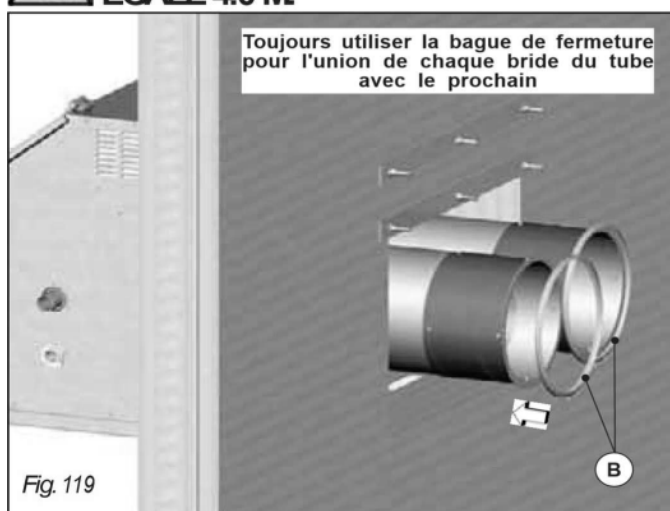
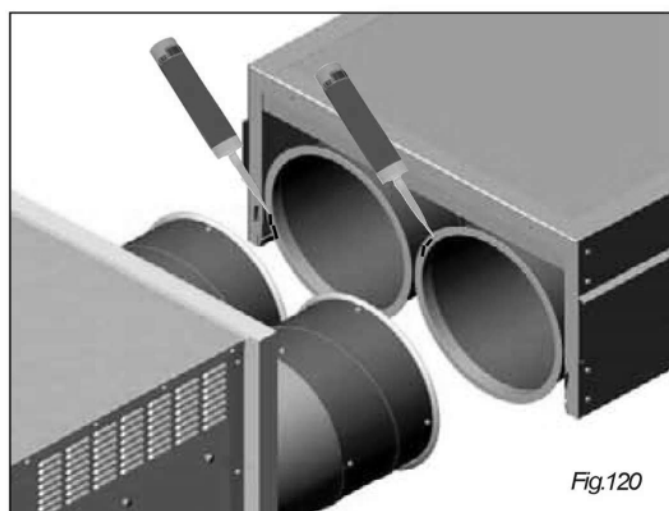

Fig. 119
Fig.120
Dans la fig. 119, est indiquée la correcte direction de l'ergot mâle pour le premier module radiant. Introduire la bague de fermeture (B) dans les brides d'accrochage placées sur le générateur (fig. 119). Etendre dans les brides d'accrochage du panneau radiant un cordon de silicone, voir fig. 120.